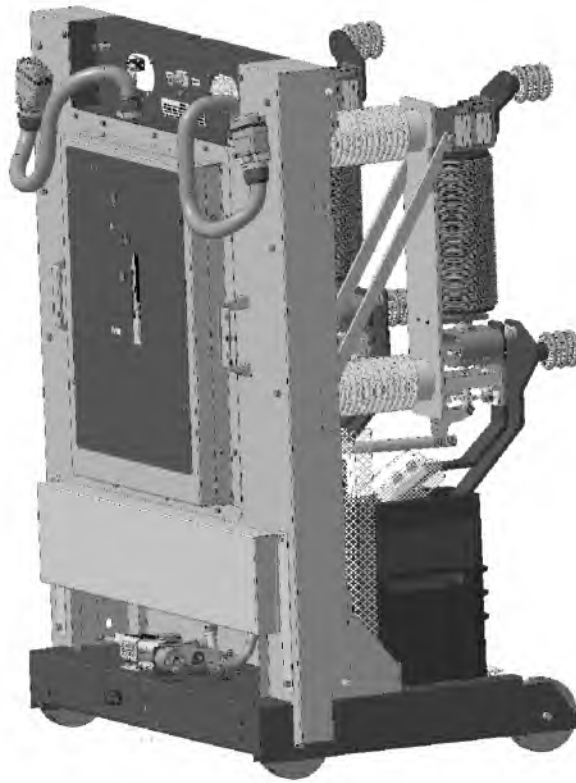

Рисунок 17 – Выкатной элемент двухполюсного выключателя и трансформаторов тока
- выкатной элемент с разъединяющими контактами (см. рисунок 17);